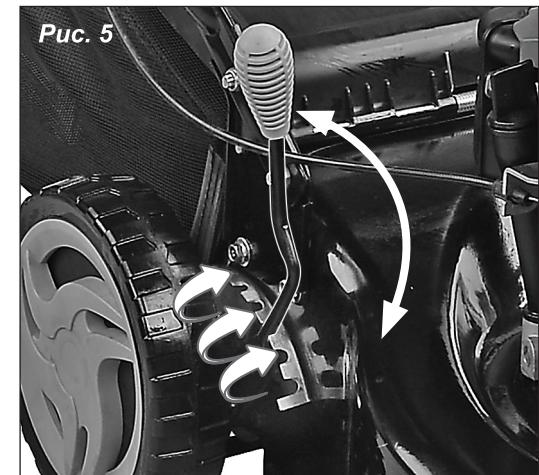

Рис. 5
Регулировка высоты среза осуществляется перемещением рычага. Переместите рычаг на необходимое значение и зафиксируйте в пазу (рис. 5).
5. Толкайте газонокосилку перед собой, производя управление, задавая необходимую вам траекторию движения смещая рукоятку влево или право. Не прилагайте больших усилий передвигая газонокосилку, если движение затруднено проверьте правильность регулировки высоты среза (см. п. 8, рис. 5).